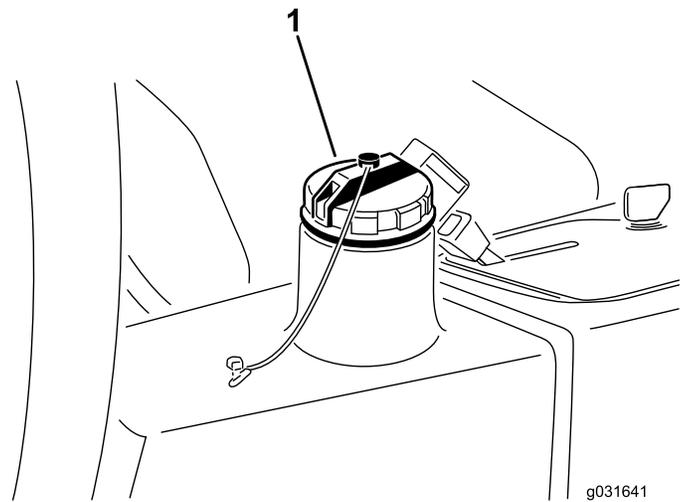

Figura 61
2. Limpie la zona alrededor del cuello de llenado y el tapón del depósito hidráulico (Figura 61).
3. Retire el tapón del depósito hidráulico (Figura 61).